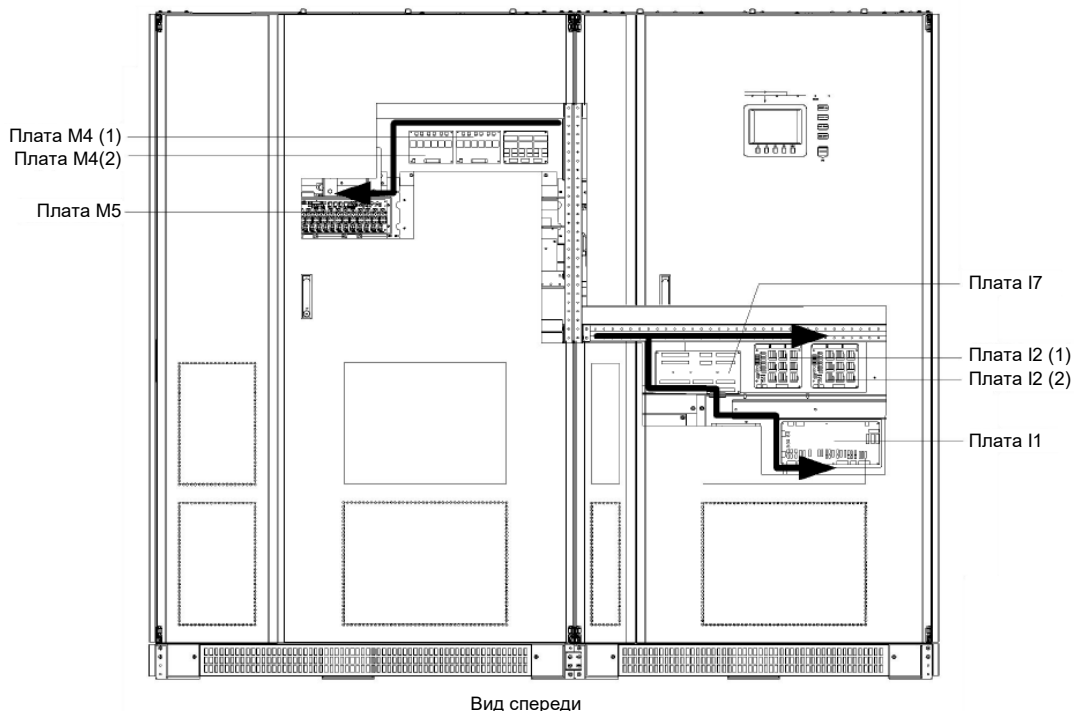

Рисунок 3-15. Подключение параллельных сигнальных кабелей ИБП 400 кВА
Для ИБП 400 кВА подключить сигнальные кабели, идущие от шкафа выпрямителя, к соответствующим портам на плате I7, I1, I2 (1), I2 (2) шкафа инвертора. Подключить сигнальные кабели, идущие от шкафа инвертора, к соответствующим портам на плате M4 (1), M4 (2), M5 шкафа выпрямителя. Необходимые соединения перечислены в табл. 3-9 и показаны на рис. 3-15.